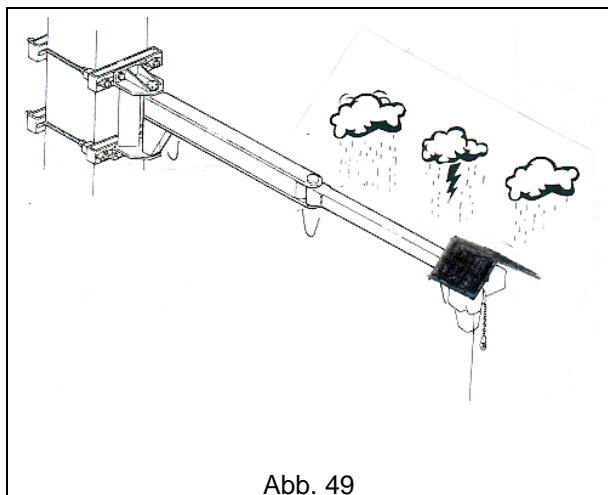

Abb. 49
- **Verwendung im Freien:** Der Auslegerkran kann während und nach der Verwendung der Witterung ausgesetzt sein. Die elektrischen Teile des Zugs und der Laufkatze müssen den Schutzgrad IP55 aufweisen. Es wird außerdem empfohlen, den Zug mit Schutzdächern und Schutzvorrichtungen zu versehen. (Abb. 49)